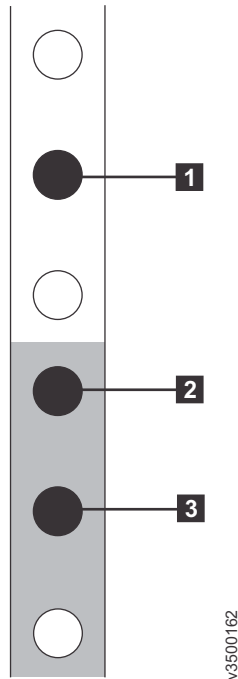

Abbildung 34. Positionen der Bohrungen auf der Vorderseite des Racks
4. Ermitteln Sie auf der Vorderseite des Rackschranks die beiden Standardrack-einheiten (2U) im Rack, in denen Sie die Halteschienen installieren möchten. Abb. 34 auf Seite 32 zeigt zwei Rackeinheiten, bei denen die Bohrungen auf der Vorderseite angegeben sind.